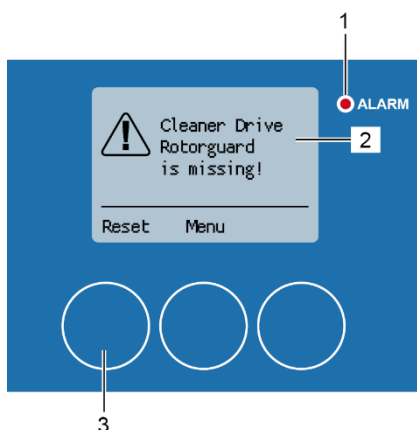

Figura 190: Alarma del sensor de ciclo
El mensaje de alarma «¡Error en la protección del rotor de accionamiento del dispositivo de limpieza!» (Figura 190/2) aparece durante el proceso de limpieza si hay algún problema con el sensor de ciclo. El indicador LED rojo de alarma (Figura 190/1) se enciende.
2. Restablezca el mensaje de alarma pulsando [Restablecer] (Figura 190/3).